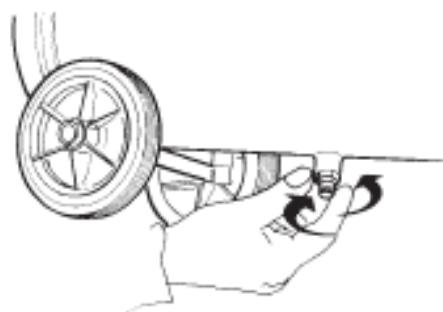

fig. 4
■ controlar que el registro de descarga condensación (**fig. 4**), situado debajo del tanque, se encuentra cerrado;
- Quitar la tapa de descarga de la condensación bajo presión interna del tanque (**fig. 4**).
Antes de realizar cualquier tipo de operación en el compresor, separar el enchufe de la toma de corriente y efectuar la descarga de presión del tanque del aire, utilizando el registro de descarga-condensación (**fig. 4**); destornillar con cuidado para dejar que el aire salga lentamente, puesto que el tanque podría contener residuos metálicos. Un mantenimiento apropiado y constante del compresor es la condición necesaria para su correcto funcionamiento y también una garantía de larga duración.
- **Descarga de la condensación (fig. 4)**
- Vaciar completamente el tanque del aire (fig. 4).
- Vaciar totalmente el tanque del aire (fig. 4).